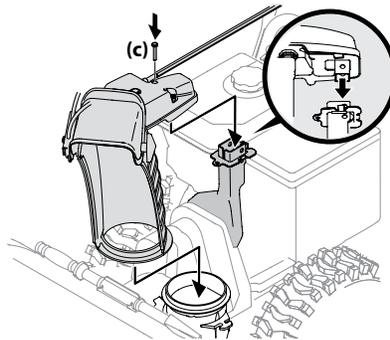

Figure 2-21
3. Placez la goulotte sur la base et vérifiez que la tige de commande est placée sous le tableau de commande. Insérez le boulon (c) retiré à l'étape 1, mais ne le fixez pas avec l'écrou papillon pour l'instant. Voir Figure 2-21.